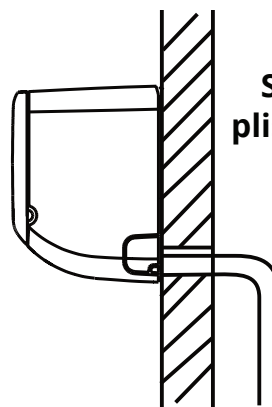

Fig. 7.2a
2. En vous basant sur l'exemple de la Fig. 7.2a, assurez-vous que votre tuyau de drainage fonctionne de la même manière. Les autres exemples de la Fig. 7.2 représentent les situations que vous devez éviter lors de l'installation de votre tuyau de drainage.
Veillez à disposer le tuyau de drainage conformément à la Fig. 7.2a.